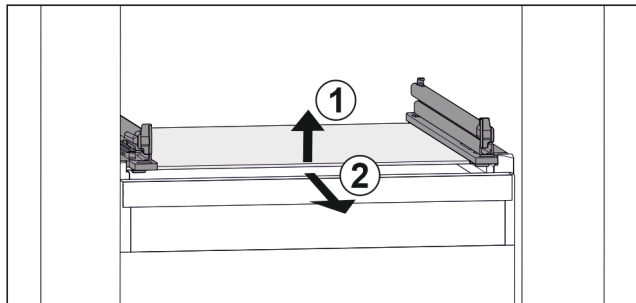

Fig. 114 Příklad znázornění skleněné desky
- ▶ Nadzvedněte skleněnou desku vpředu. Fig. 114 (1)
- ▶ Vyjměte skleněnou desku dopředu. Fig. 114 (2)